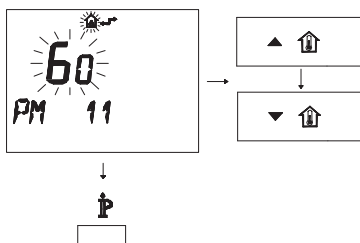

Figura 5.45
- Per modificare il SET programmato agire sui pulsanti ▲↑ o ▼↓ e aspettare che il numero programmato cominci a lampeggiare (Figura 5.45). Ogni passo incrementato o decrementato corrisponde a 1 secondi.